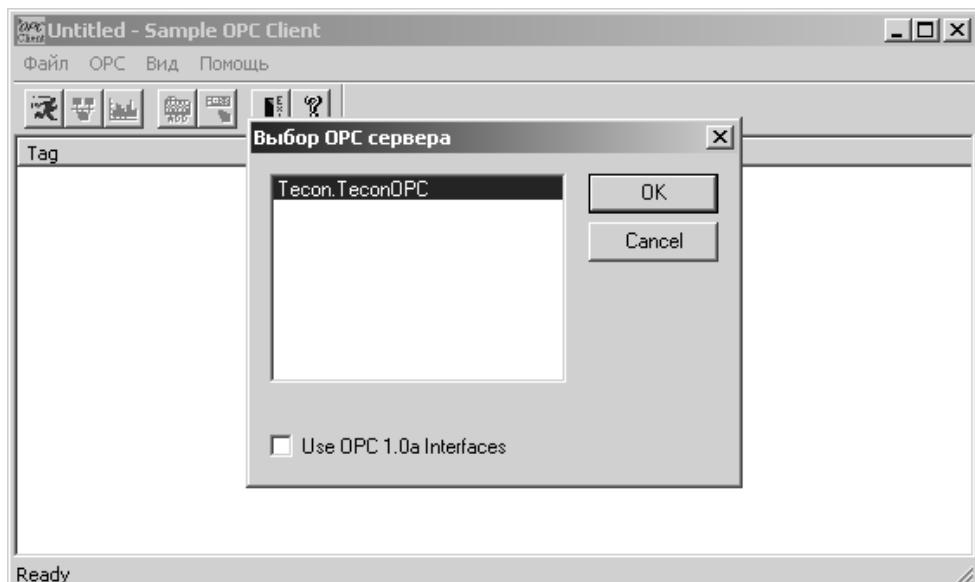

Рисунок 3.5 - Запуск простого OPC-клиента (пример)
- б) нажмите на кнопку , и выберите Tecon.TeconOPC, (см. Рисунок 3.5) и нажмите «OK»;